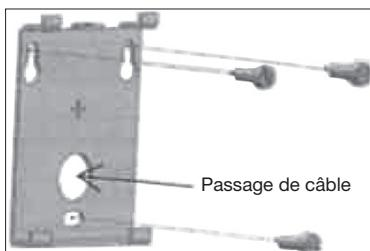

Figure 2
- Fixer en vis-à-vis le support à l'aide de 3 vis (non fournies) en laissant passer les câbles par le trou central. L'autre possibilité est de faire passer les câbles par les passe-fils du boîtier plastique. Figure 2.